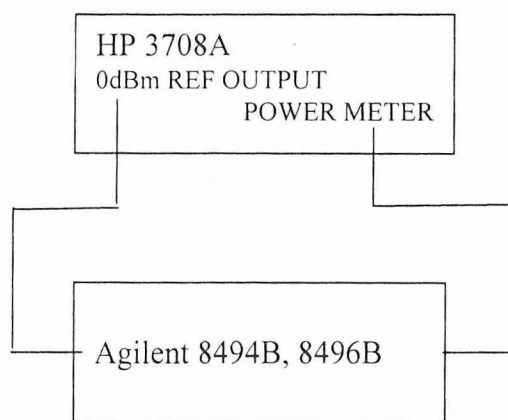

Рис. 9
1. Собрать схему согласно рис. 9.